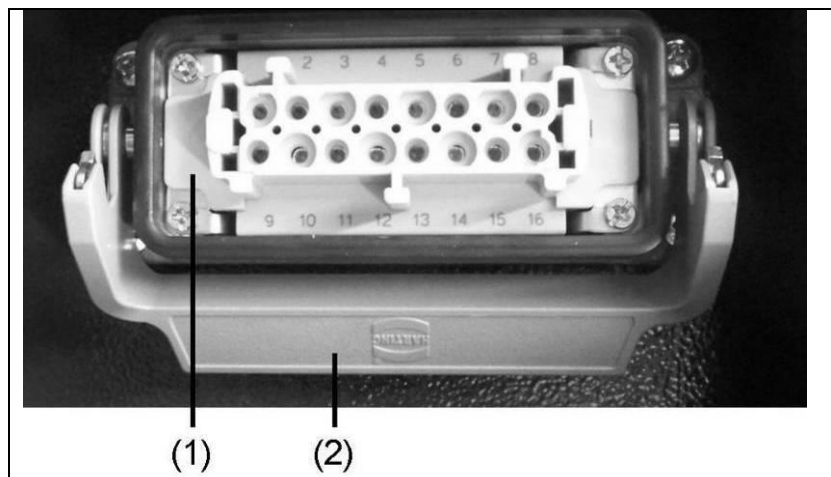

Fig. 5-6: Fjernstartinnretning med Harting-plugg
1. Eventuell montert deksel på fjernstart-stikkontakten kan vippes vekk etter opplåsing av bøylene (Fig. 5-6(2)).
2. Sett pluggen for koblingskabelen fjernstart-betjening / strømgenerator i fjernstart-stikkontakten (.Fig. Sett inn 5-6(1)) og sikre med bøylene (fig. 5-6 (2)).